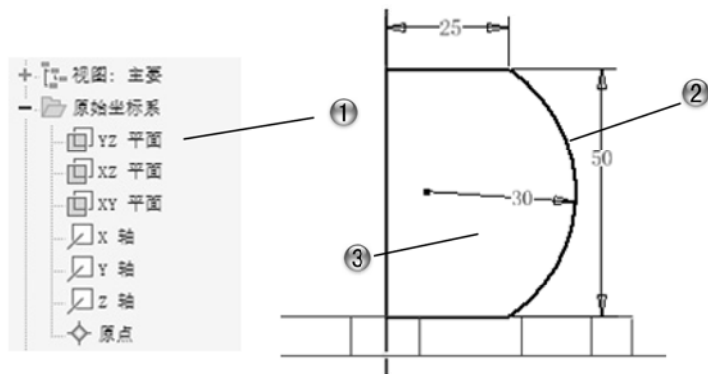

图 1-39 绘制圆弧
① 选择 YZ 平面，绘制二维图形。
② 单击【草图】选项卡【创建】面板中的【圆弧】按钮, 绘制三点圆弧, 半径为 30。
③ 单击【草图】选项卡【修改】面板中的【修剪】按钮, 修剪草图, 如图 1-39 所示。